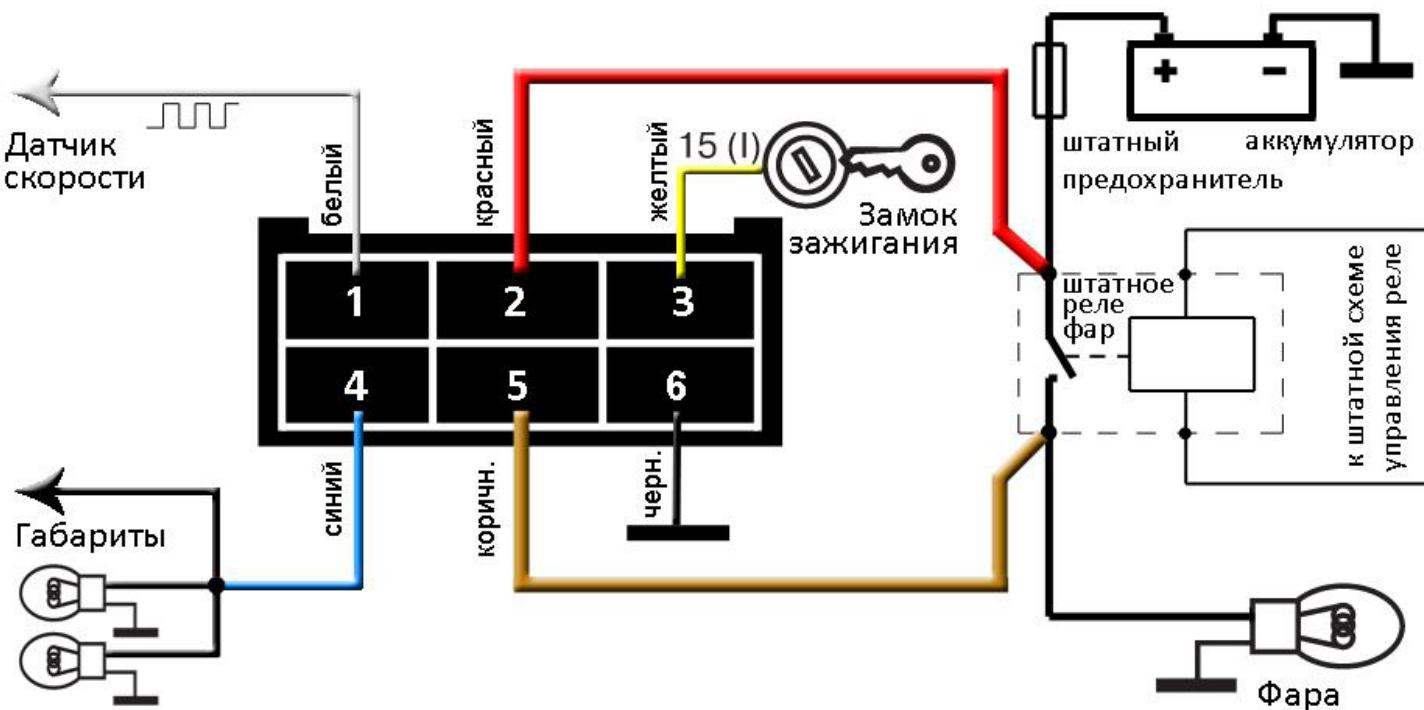

Рисунок 1
2. **Питание силовой части 12V** (сечение 1мм²). Подключается к проводу, в непосредственной близости от контакта штатного реле включения света, который подключен к напряжению питания – плюсовой клемме аккумулятора (см. рис.1).
5. **Дальний свет** (сечение 1мм²). Подключается к проводу, подключенному к контакту штатного реле включения света ламп дальнего света, который подключен к лампам фары (см. рис.1). Точка подключения должна быть как можно ближе к реле.
5. **Корпус для силовой части** (сечение 1мм²). Подключается к проводу, в непосредственной близости от контакта штатного реле включения света, который подключен к напряжению питания – плюсовой клемме аккумулятора (см. рис.1).